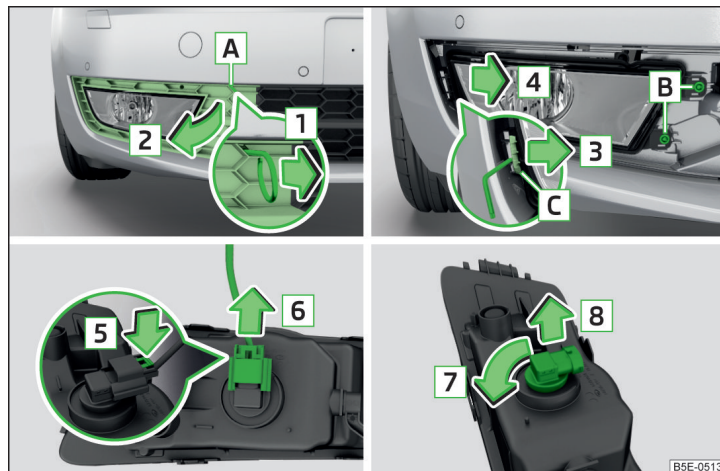

Fig. 240 Demontarea farului de ceață / înlocuirea becului cu incandescență - varianta 1
- În orificiul **[A]** » fig. 240, introduceți cârligul pentru tragerea capacelor integrale de roată » pagina 214, Trusa de scule.
- › Introduceți farul de ceață în sens contrar săgeții [4] » fig. 240 și înșurubați-l.